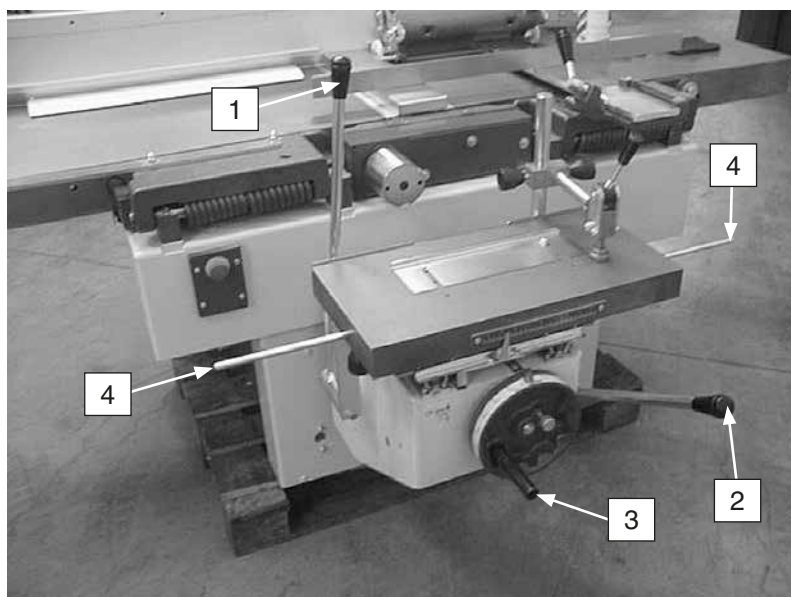

Fig.17
De diepteanslag (fig.17 bis) wordt als volgt gebruikt : wanneer men klemhendel (5) losschroeft heeft men de beschikking over de volle diepte van 130 mm. De in te stellen dieptemaat kan afgelezen worden op de maatlat en dan moet klemhendel (5) vastgeschroefd worden.